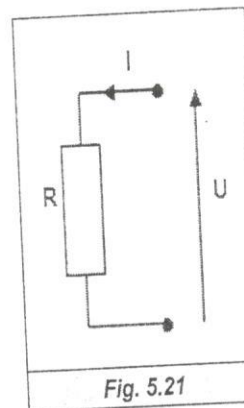

Fig. 5.21
Legea lui Ohm sau *legea conducției electrice* stabilește, prin urmare, legăturile dintre intensitatea curentului electric (I) dintr-un conductor, tensiunea electrică (U) aplicată și rezistența sa electrică (R) (fig. 5.21).